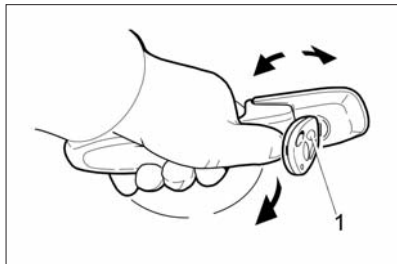
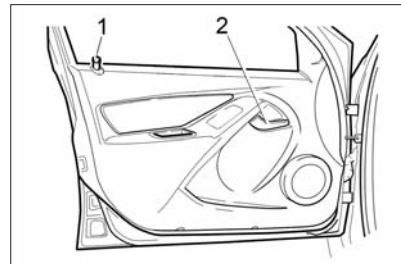

Рис. 3. Открывание двери
Рис. 4. Передняя левая дверь
– для блокировки замка на передних дверях утопить кнопку 1 (см. рис. 4 и 5) вручную или поворотом ключа снаружи автомобиля (для разблокировки замка вытянуть кнопку 1 вручную или поворотом ключа снаружи автомобиля (блокировка/разблокировка замков передних дверей возможна только при закрытой двери));
Боковые двери открываются снаружи – за ручку в направлении стрелки (рис. 3), а изнутри – поворотом на себя внутренней рукоятки **2** (рис. 4 и 5). Если замок двери заблокирован, то ручка имеет холостой ход.